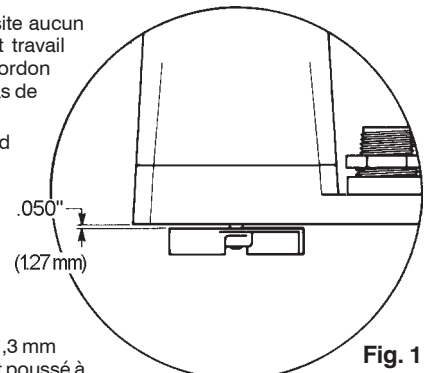

Fig. 1
5. If necessary remove the six (6) screws holding the volute base to the motor housing and clean the volute.
6. If the impeller is removed make sure that a spacing of .050" (1.27 mm) with shaft pushed toward housing is maintained when reassembling. (See Fig. 1.)
6. Si la turbine est déposée, s'assurer qu'il existe un jeu de 1,3 mm (0,05 pouce) entre la turbine et le carter lorsque l'arbre est poussé à fond. Se reporter à la Fig. 1.